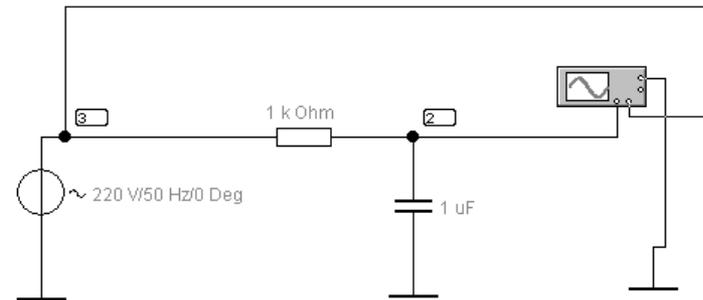

Рис. 11. Пример установки для исследования второй схемы
1. Собрать схемы (в соответствии с вариантом задания) виртуальных лабораторных установок с использованием схем в EWB (примеры приведены на рис. 10 и рис. 11);